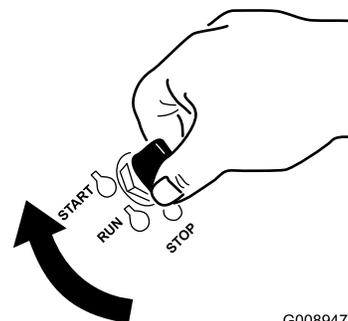

Figure 16
1. Tournez la clé de contact à la position Démarrage (Figure 16). Relâchez la clé quand le moteur démarre.
6. Tournez la clé de contact à la position Démarrage (Figure 16). Relâchez la clé quand le moteur démarre.